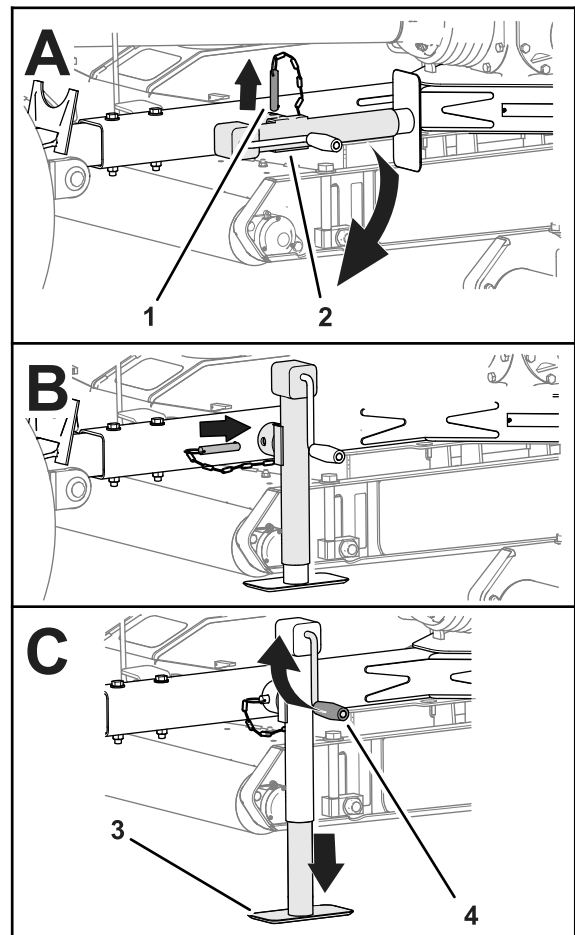

Рисунок 23
3. Извлеките штифт и поверните домкрат буксировочной штанги вертикально (Рисунок 23).
4. Совместите отверстие в буксировочной штанге с отверстием в домкрате (Рисунок 23).
5. Вставьте штифт в отверстия буксировочной штанги и домкрата (Рисунок 23).
- Вращайте рукоятку домкрата так, чтобы полностью поднять опорную плиту домкрата; см. Рисунок 23 в разделе Удерживание газонокосилки на домкрате (страница 16).